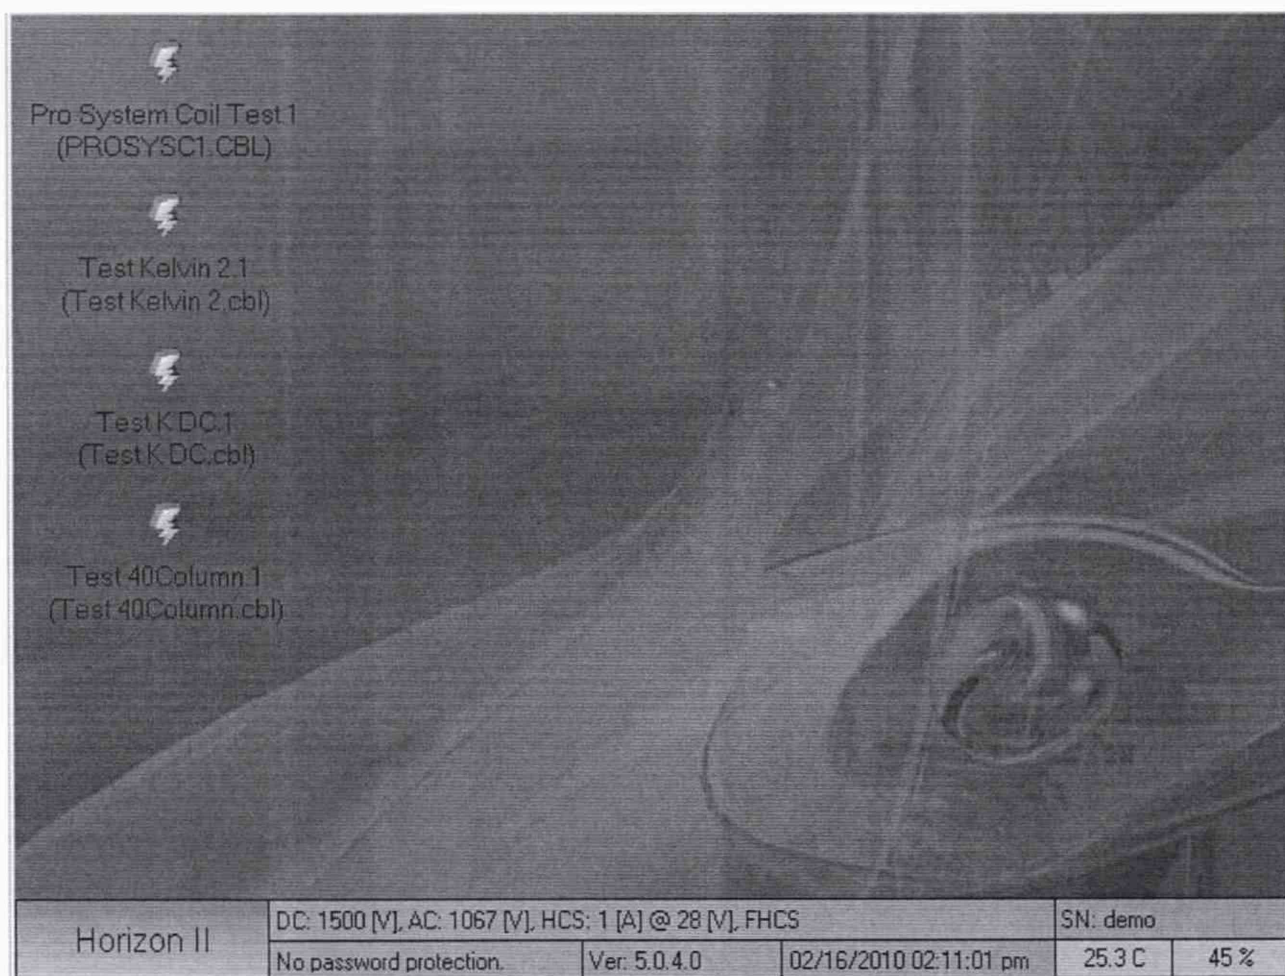

Рисунок 1 – Стартовый экран
3. В появившемся Стартовом экране (рисунок 1) в нижней его части в строке состояния «Ver:» зафиксировать номер версии встроенного ПО. Он должен быть не ниже указанного в таблице 5.